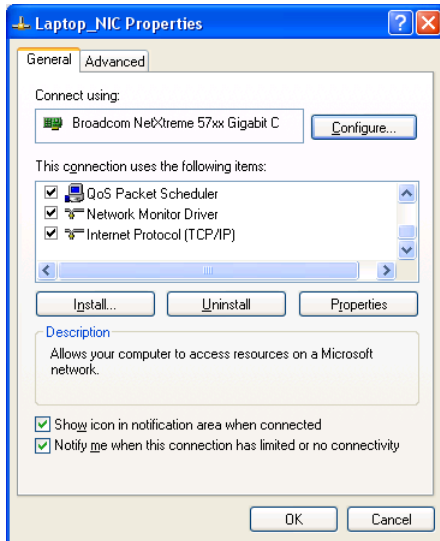

Fig. 2-26, Pantalla Propiedades de conexión de área local, Windows XP
6. Verá un cuadro de diálogo parecido al de la Fig. 2-26; haga clic en Protocolo de Internet (TCP/IP) y luego haga clic en el botón Propiedades.